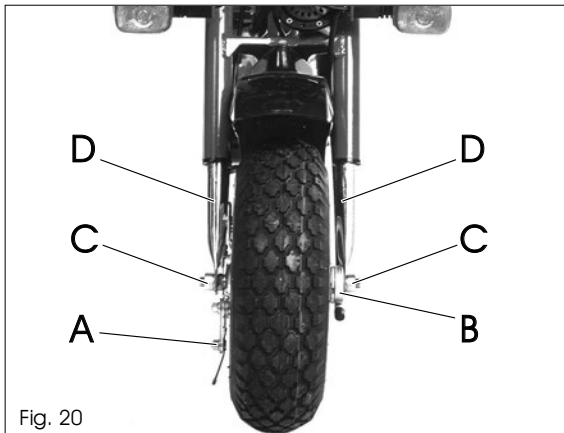

Fig. 20
6.3 *Ruota anteriore (fig. 20)*
Ingrassare il rinvio del tachimetro tramite l'apposito ingrassatore (B - fig.20).